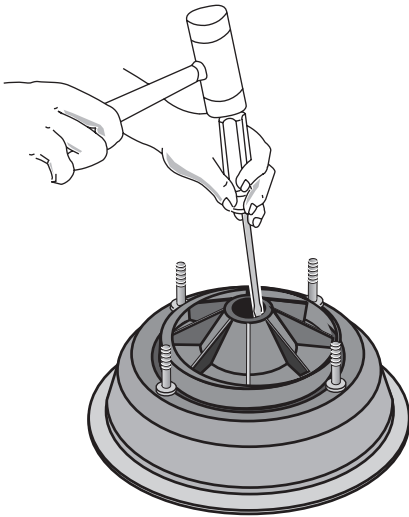

Figura 10
4. Coloque la mitad posterior de la bomba sobre una superficie plana y golpetee el asiento de cerámica para sacarlo. Consulte la Figura 10.